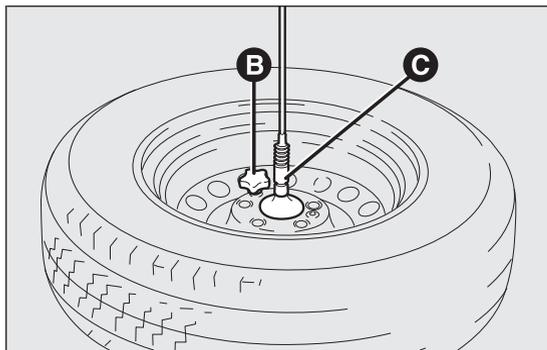

fig. 127
- sfilare il cappuccio B fig. 127 e sganciare il cavo di trattenimento, quindi liberare la ruota dal supporto dentato C svitando le 2 viti;